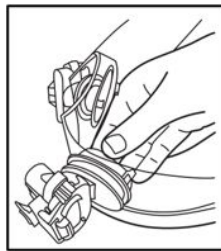
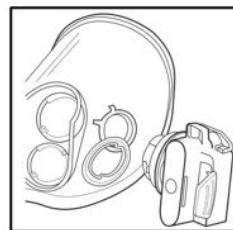

Fig.18
Fig.19
2. Retire el anillo de fijación girándolo 1/4 de vuelta en sentido contrario a las agujas del reloj (Fig. 18).
3. Retire el adaptador de cartucho/filtro del conjunto del lente (Fig. 19).
5. Retire el adaptador de cartucho/filtro, para ello, gire los anillos de retención 1/4 de vuelta en sentido contrario a las agujas del reloj (Fig. 18) y quite el adaptador de cartucho/filtro del conjunto del lente (Fig. 19).